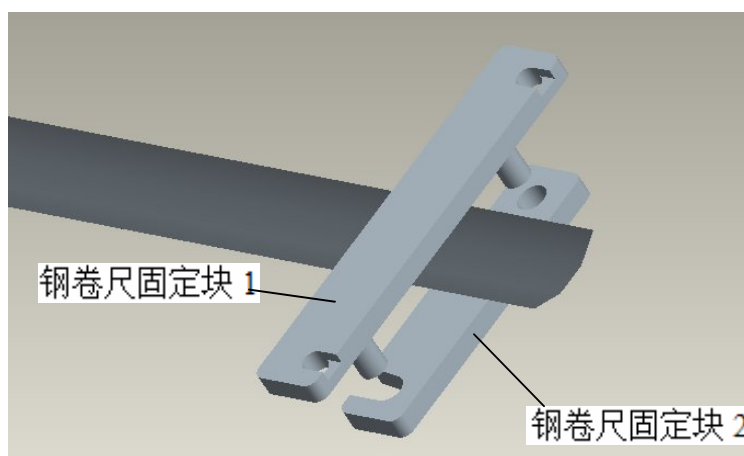
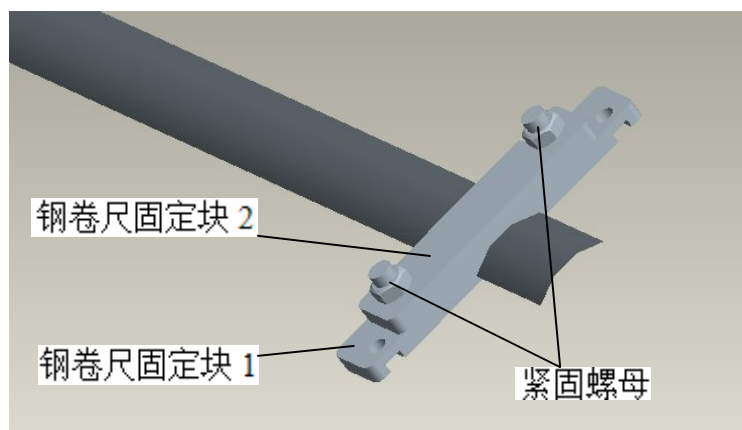

图 2-5 固定块示意图 1
图 2-6 固定块示意图 2
4、钢卷尺的另一端则通过钢卷尺固定块 1 和钢卷尺固定块 2 来夹紧，并通过紧固螺母固定。（如图 2-5、图 2-6 所示）